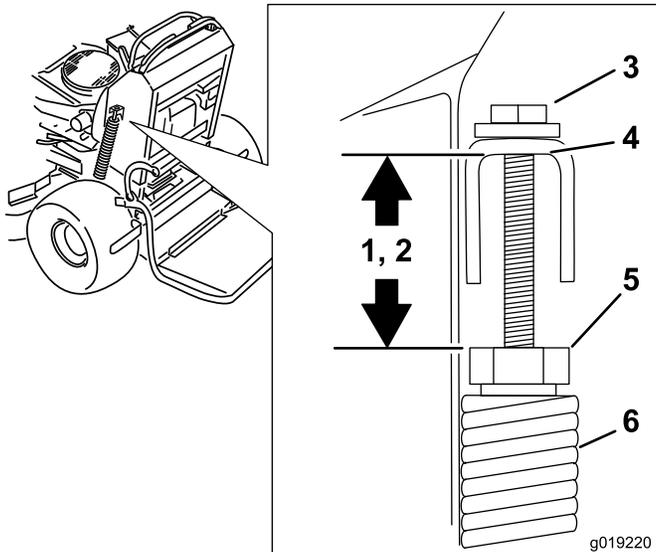

Figura 94
2. Compruebe la distancia entre la tuerca del muelle y el extremo inferior del soporte en U soldado (Figura 94). La longitud nominal es de 47 a 50 mm (1.84 a 1.96 pulgadas) para carcasas de corte de 48 y 52 pulgadas (122 cm y 132 cm) y de 43 a 46 mm (1.69 a 1.81 pulgadas) para carcasas de corte de 60 pulgadas (152 cm) (Figura 94).
3. Si es necesario, ajuste la distancia ajustando el perno situado encima del soporte en U (Figura 94).